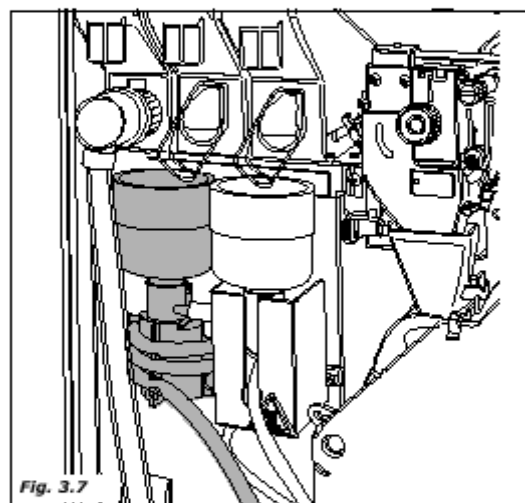

Fig. 3.7
- запускается мотор взбивальной машины, если она установлена (рис. 3.7)